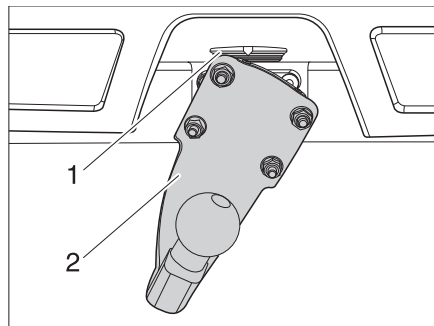

Fig. 4 Acoplamiento de remolque
- Aplicar el acoplamiento de remolque (Fig. 4,2) en ángulo de 90° en el dispositivo de retención (Fig. 4,1).
- Girar el acoplamiento de remolque (Fig. 4,2) hacia abajo, hasta que el dispositivo de retención (Fig. 4,1) engatille.
- Empujar el dispositivo de retención (Fig. 4,1) hacia arriba.
- Girar el acoplamiento de remolque (Fig. 4,2) 90° a la izquierda.
- Soltar el dispositivo de retención (Fig. 4,1).
- Retirar el acoplamiento de remolque (Fig. 4,2).